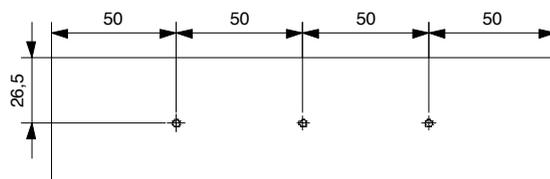

Abb. 3
- a) Bei 4 Leisten Pos. 1 nach Abb. 3 Schraubenlöcher $\varnothing 1,5$ mm vorbohren.